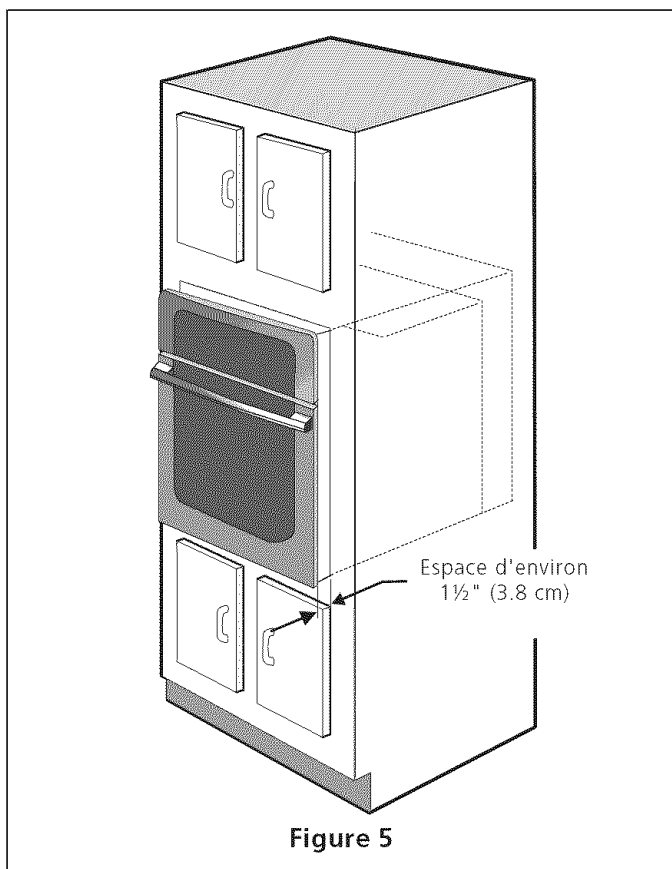

Figure 5
3. Insérez l'appareil dans le découpage de l'armoire. Glissez l'unité vers l'intérieur en laissant un espace de 1½" (3.8 cm) entre le four et le devant de l'armoire (voir figure 5).